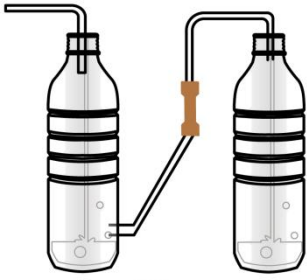

图5
(8) 综合分析，选用过碳酸钠作制氧剂的理由是\_\_\_\_\_。
(9) 学习小组利用身边物品自制了如图5的简易供氧器。与真实产品对比中，形成的观点不正确的是\_\_\_\_\_（填字母）。